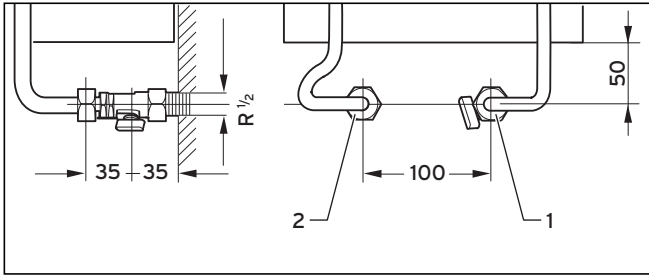

Рис. 5.7 Присоединительные размеры при скрытом монтаже
- Вложите прилагаемые уплотнения в накидные гайки патрубков холодной и горячей воды (1, 2), см. рис. 5.7